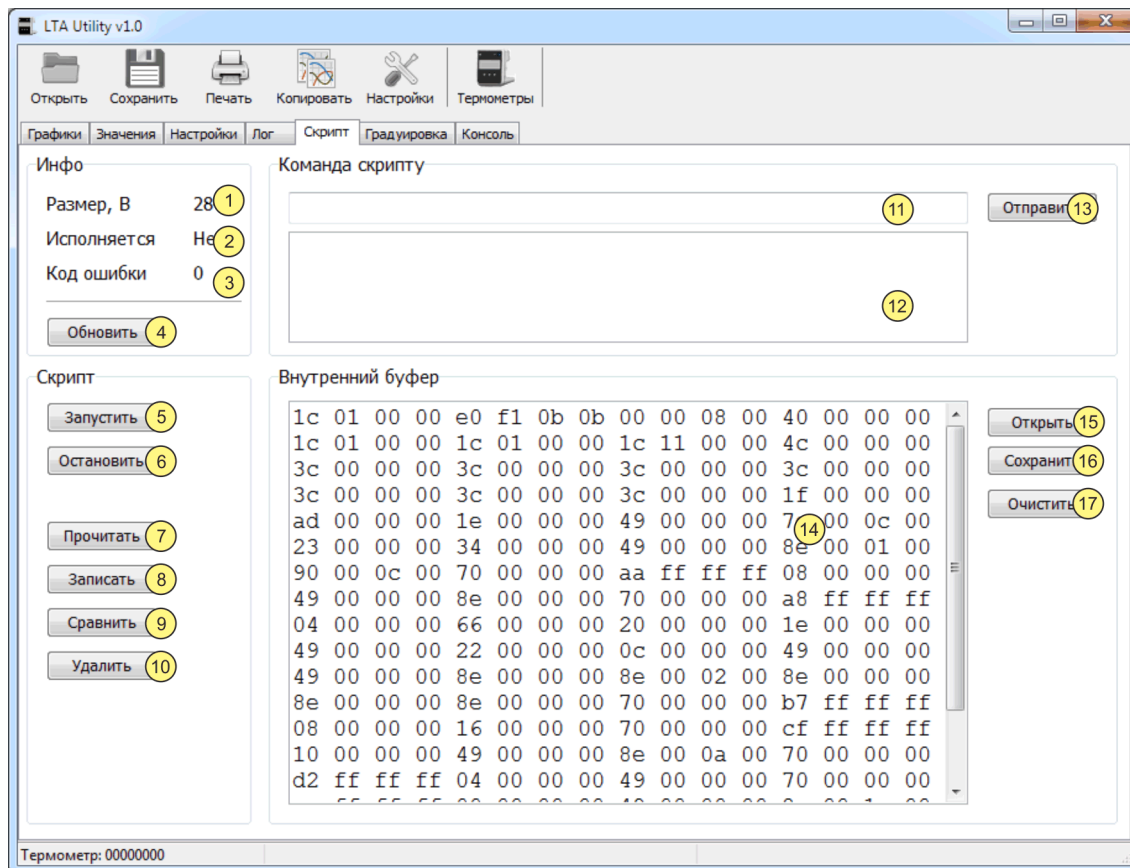

Рисунок 7 — Управление скриптом
2.12.1 Для получения информации о работе скрипта, нажать кнопку 4 рисунок 7. В позиции 1 будет отображен размер, загруженного в термометр скрипта. В позиции 2 — выполняется или нет скрипт на данный момент. В позиции 3 — код, с которым завершилась работа скрипта.
2.13.1 Для записи скрипта в термометр выполнить (см. рисунок 7):
2.13.2 Для чтения скрипта из термометра во внутренний буфер программы выполнить (см. рисунок 7):